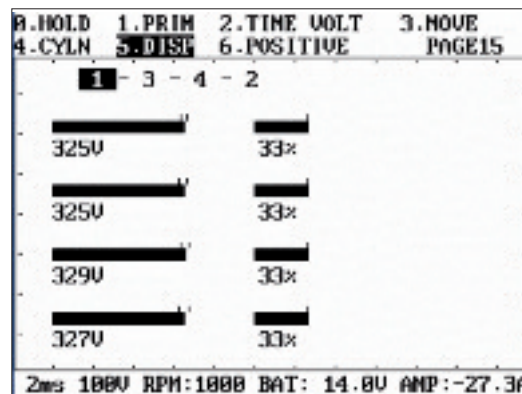

Abb. 4-11 Anzeige Balkendiagramm
- Bar Graph: Zeigt die Maximalspannung der Zylinder durch ein Balkendiagramm (Abb. 4-11) und Zahlenwerte an. Die Schließwinkel eines jeden Zylinders werden zusammen dargestellt.